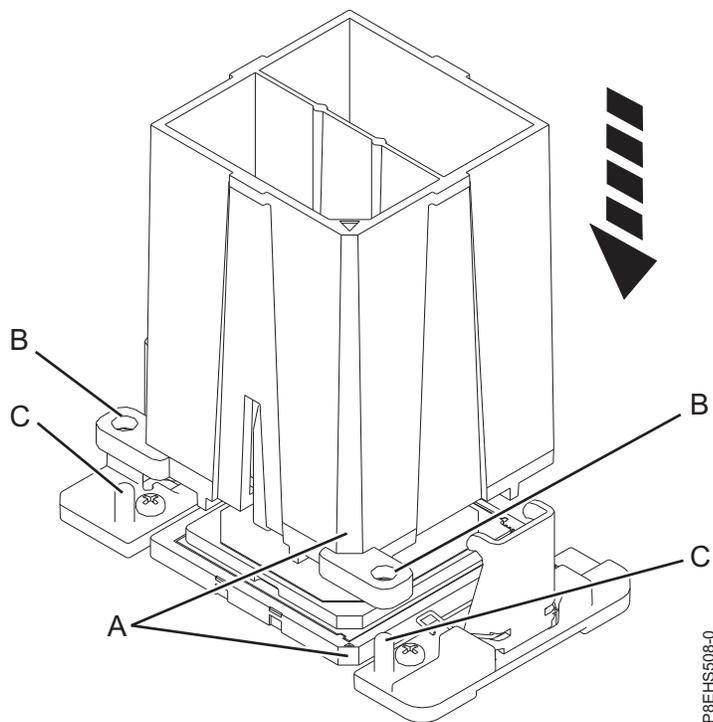

Figura 72. Abaixando a ferramenta de remoção no módulo de processador do sistema
- a. Usando a ferramenta de remoção fornecida (número da peça 01AF101), alinhe o canto chanfrado **(A)** da ferramenta no canto chanfrado do módulo de processador do sistema, conforme mostrado em Figura 72 na página 74.